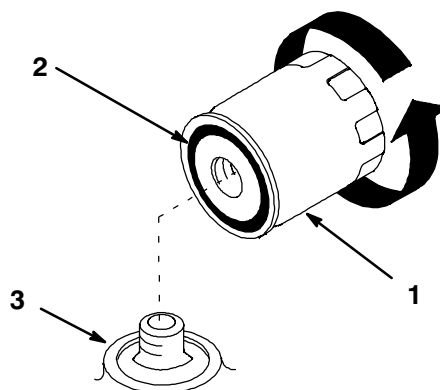

Figure 22
2. Retirer le filtre usagé et essuyer la surface de l'adaptateur en contact avec le joint (Fig. 22).
3. Enduire d'une mince couche d'huile propre le joint de caoutchouc du nouveau filtre (Fig. 22).
4. Monter le nouveau filtre sur l'adaptateur. Le visser dans le sens des aiguilles d'une montre jusqu'à ce que le joint en caoutchouc touche l'adaptateur, puis le visser encore de 3/4 de tour (Fig. 22).